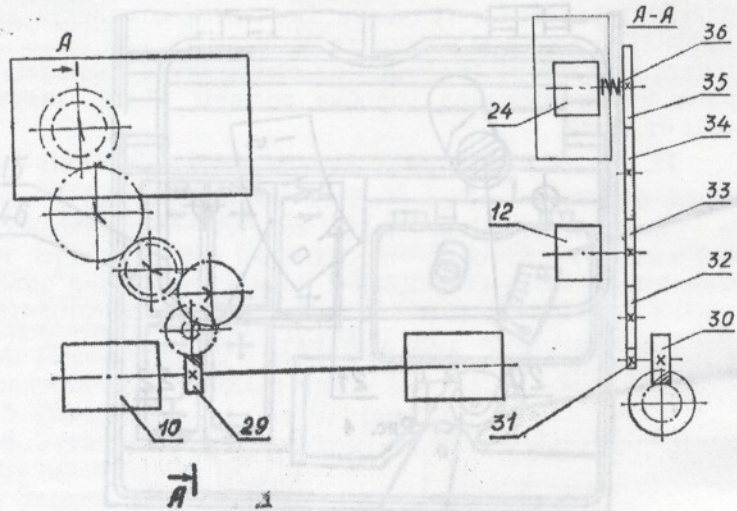

Рис. 6
5.3. Кинематическая схема лентопротяжного механизма показана на рис. 6. Система цилиндрических прямозубых и винтовых колес 29, 30, 31, 32, 33, 34, 35 служит для передачи вращения от ведущего валика 10, прокатываемого по репродуцируемому документу, на мерный валик 12 и приемную бобышку кассеты 24. Ось зубчатого колеса 35 соединена с осью приемной бобышки 24 через фрикцион 36, обеспечивающий подмотку пленки при ее транспортировании.